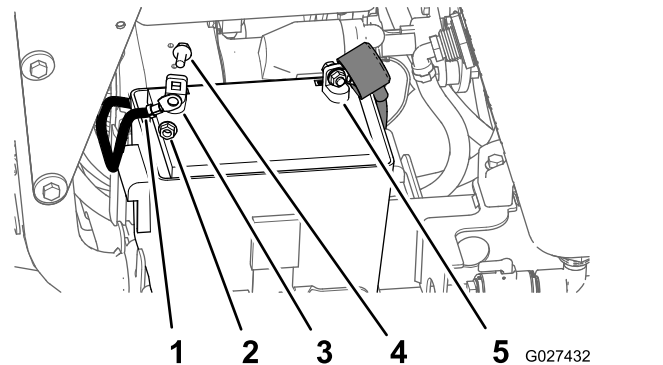

Figure 89
3. Retirez le boulon à embase hexagonale et l'écrou à embase du câble négatif et de la borne négative (–) de la batterie, et débranchez le câble de la batterie (Figure 89).
4. Enlevez le capuchon rouge de la borne positive de la batterie (Figure 89).
5. Retirez le boulon à embase hexagonale et l'écrou à embase du câble positif (rouge) et de la borne positive (+) de la batterie, et débranchez le câble de la batterie (Figure 89).
3. Reliez le câble positif (rouge) à la borne positive (+) de la batterie à l'aide d'un boulon à embase et d'un écrou à embase (Figure 89).
5. Reliez le câble négatif à la borne négative (–) de la batterie avec un boulon à embase et un écrou à embase (Figure 89).